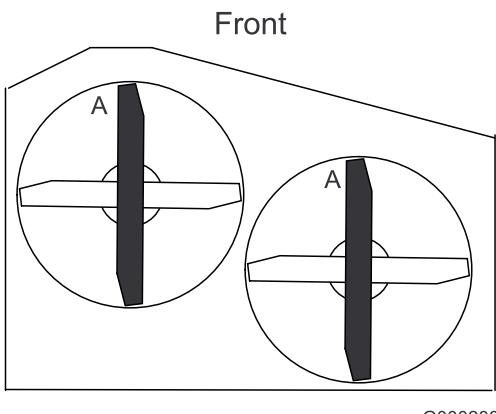

Figure 56
3. Tournez les lames dans le sens longitudinal. Mesurez la distance entre la surface plane et le tranchant (position A) des lames (Figure 55). Notez cette valeur. Pour les tabliers de coupe de 36 pouces, reportez-vous à la Figure 56.